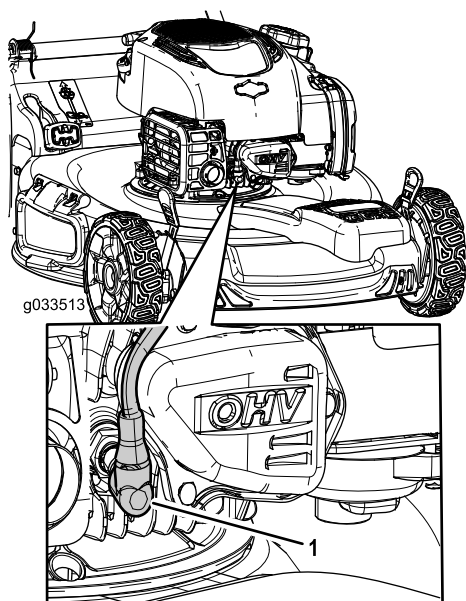

Рисунок 25
2. Отсоедините провод от свечи зажигания (Рисунок 25).